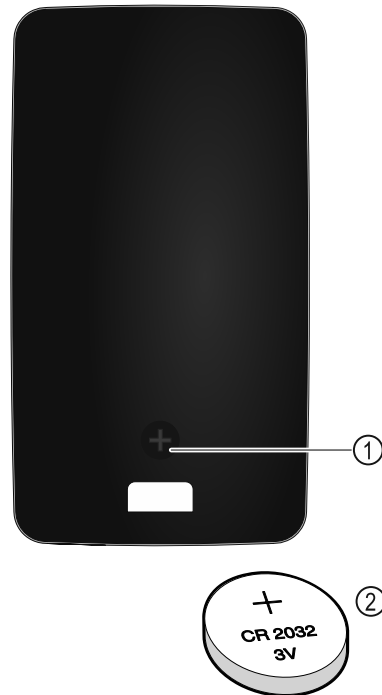

Fig. 223
Електроживлення дистанційного керування відбувається через батарею тип CR 2032 з 3В Fig. 223 (2), яку можна отримати в спеціальних магазинах.
- ▶ Вкрутити гвинт Fig. 223 (1) дистанційного керування.